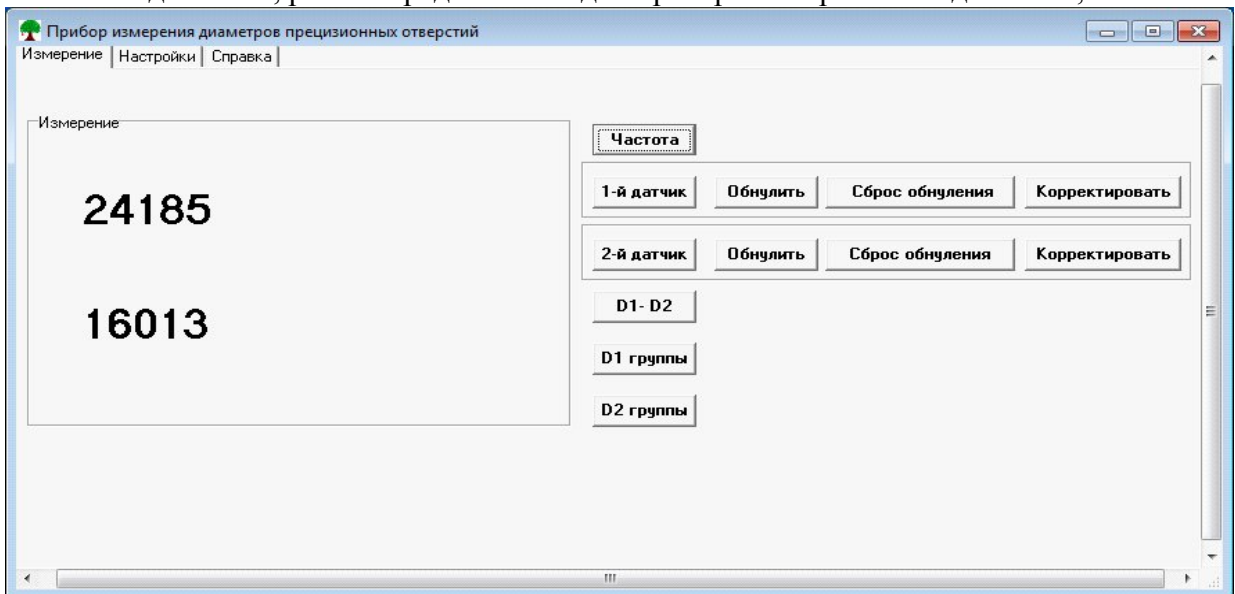

Рис.4
- Частота – Рис.4 на индикацию выводится значение частоты поступающей от датчиков, режим предназначен для проверки исправности датчиков;